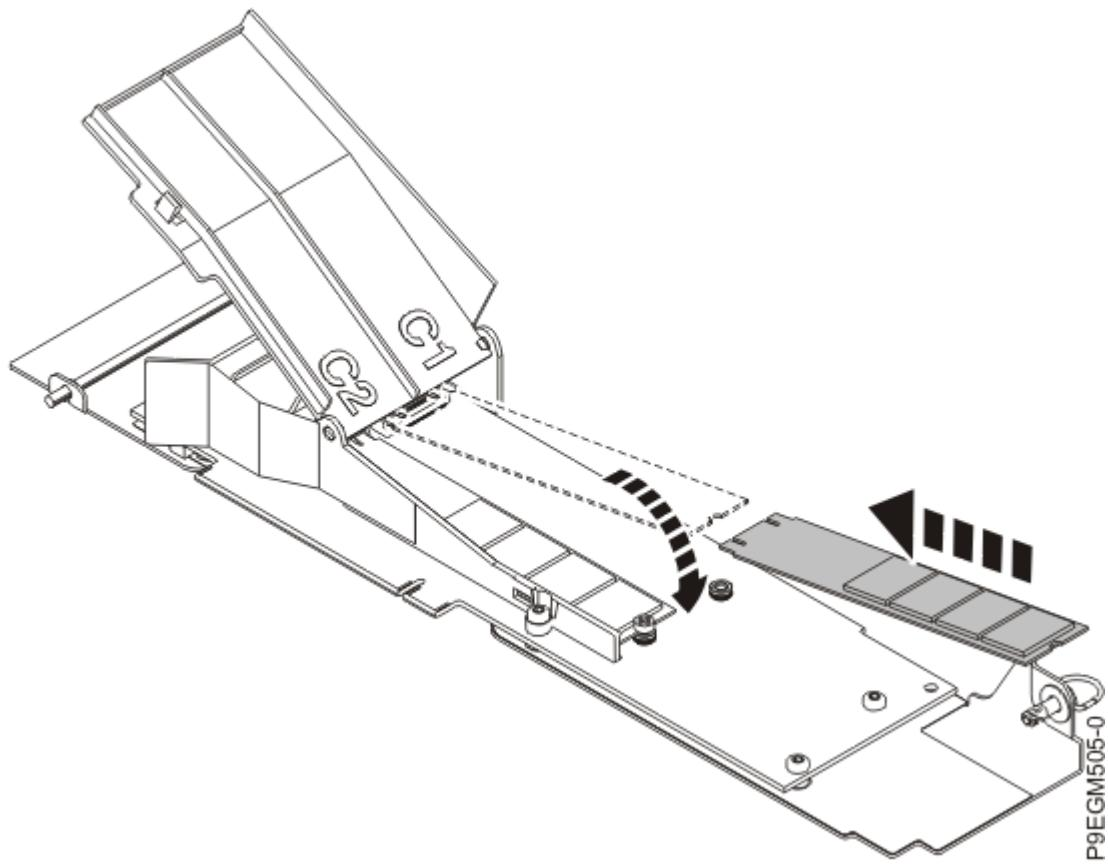

図 20. NVMe M.2 フラッシュ・モジュールの取り付け
2. 新しい NVMe M.2 フラッシュ・モジュールのいずれかをスライドさせて NVMe M.2 キャリア・カード・ソケットに入れます。26 ページの図 20 を参照してください。